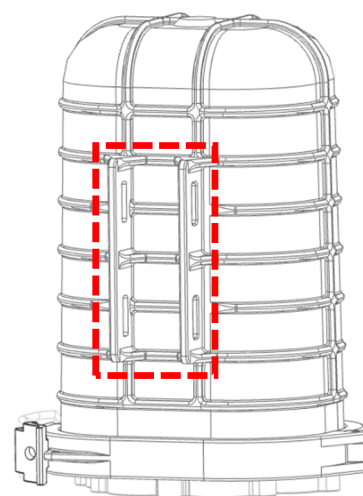

図1
- ・下図 1 に示すクロージャ破線部を壁面に固定された壁取付金物の凸部に取り付け、ステンレスバンドとバックル各 2 個を用いてクロージャを壁取付金物にしっかりと固定する。
・図1の破線部にブラケットを固定します。